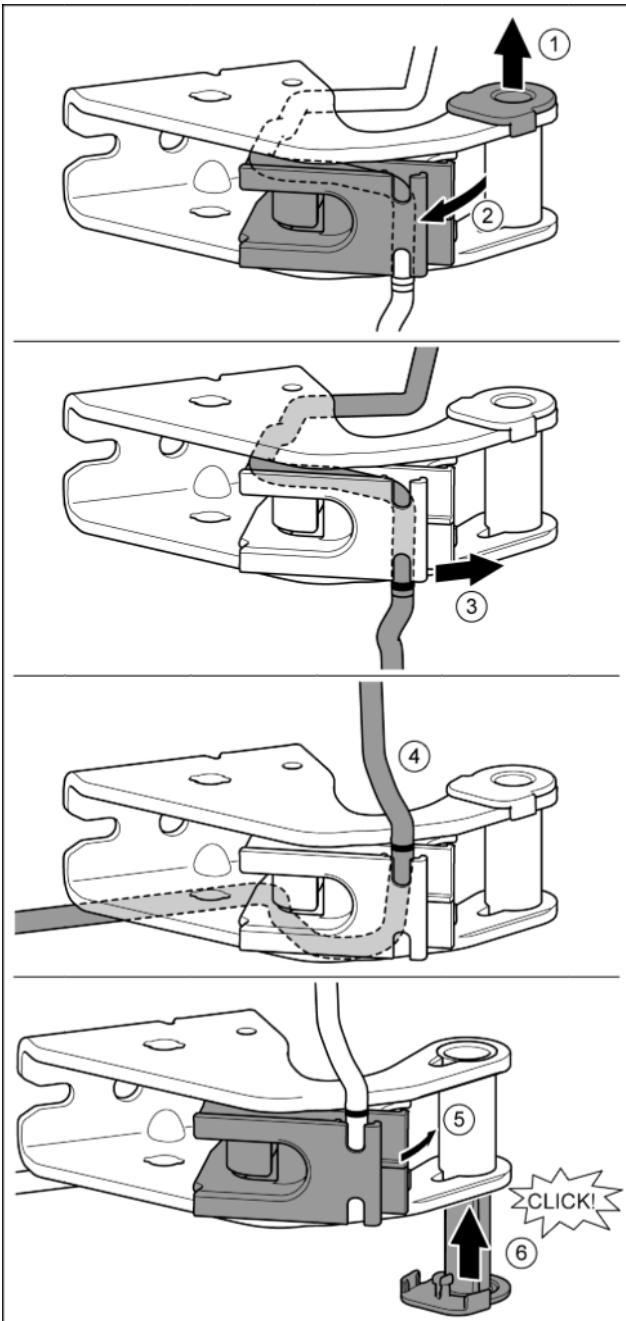

Fig. 28
- Опорную втулку вывести из направляющей. Fig. 28 (1)
- Отверстия в сторону держатель кабеля. Fig. 28 (2)
- Высвободить кабель из направляющей. Fig. 28 (3)
- Вставить кабель, перевернув его в обратную сторону. Fig. 28 (4)
- Вернуть держатель кабеля в исходное положение. Fig. 28 (5)
- Установить и зафиксировать опорную втулку с другой стороны. Fig. 28 (6)